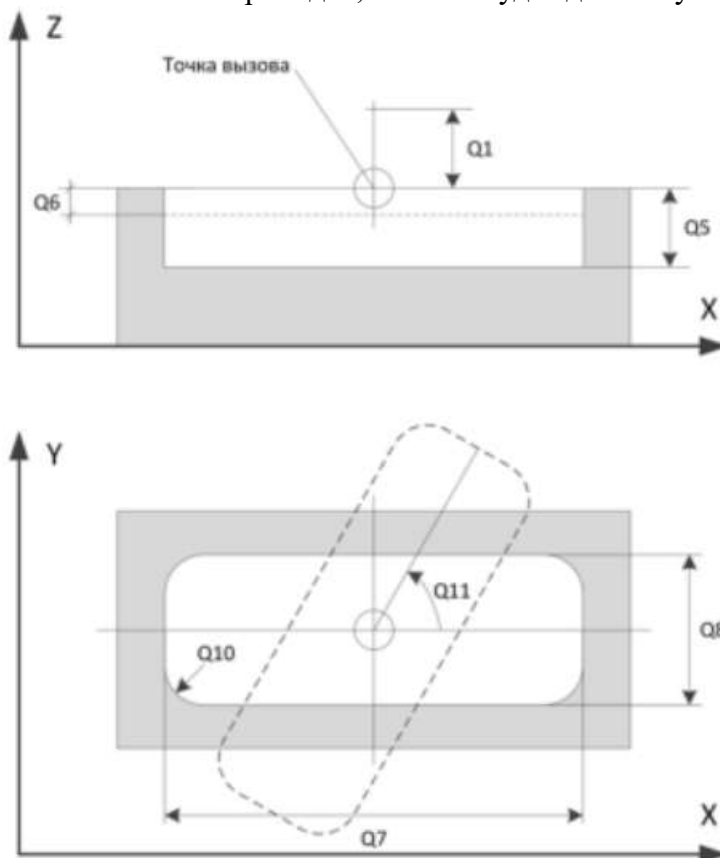

Рисунок 1 - Фрезерование прямоугольного кармана
3.1. Фрезерование прямоугольного кармана (цикл G387) Синтаксис: G387 Q1 Q2 Q3 Q4 Q5 Q6 Q7 Q8 Q9 Q10 Q11 Q13 Цикл предназначен для многопроходного фрезерования прямоугольного кармана с закругленными углами (рис. 1). Обработка производится от центра к периферии, послойно (карман фрезеруется целиком в несколько проходов, пока не будет достигнута заданная глубина).